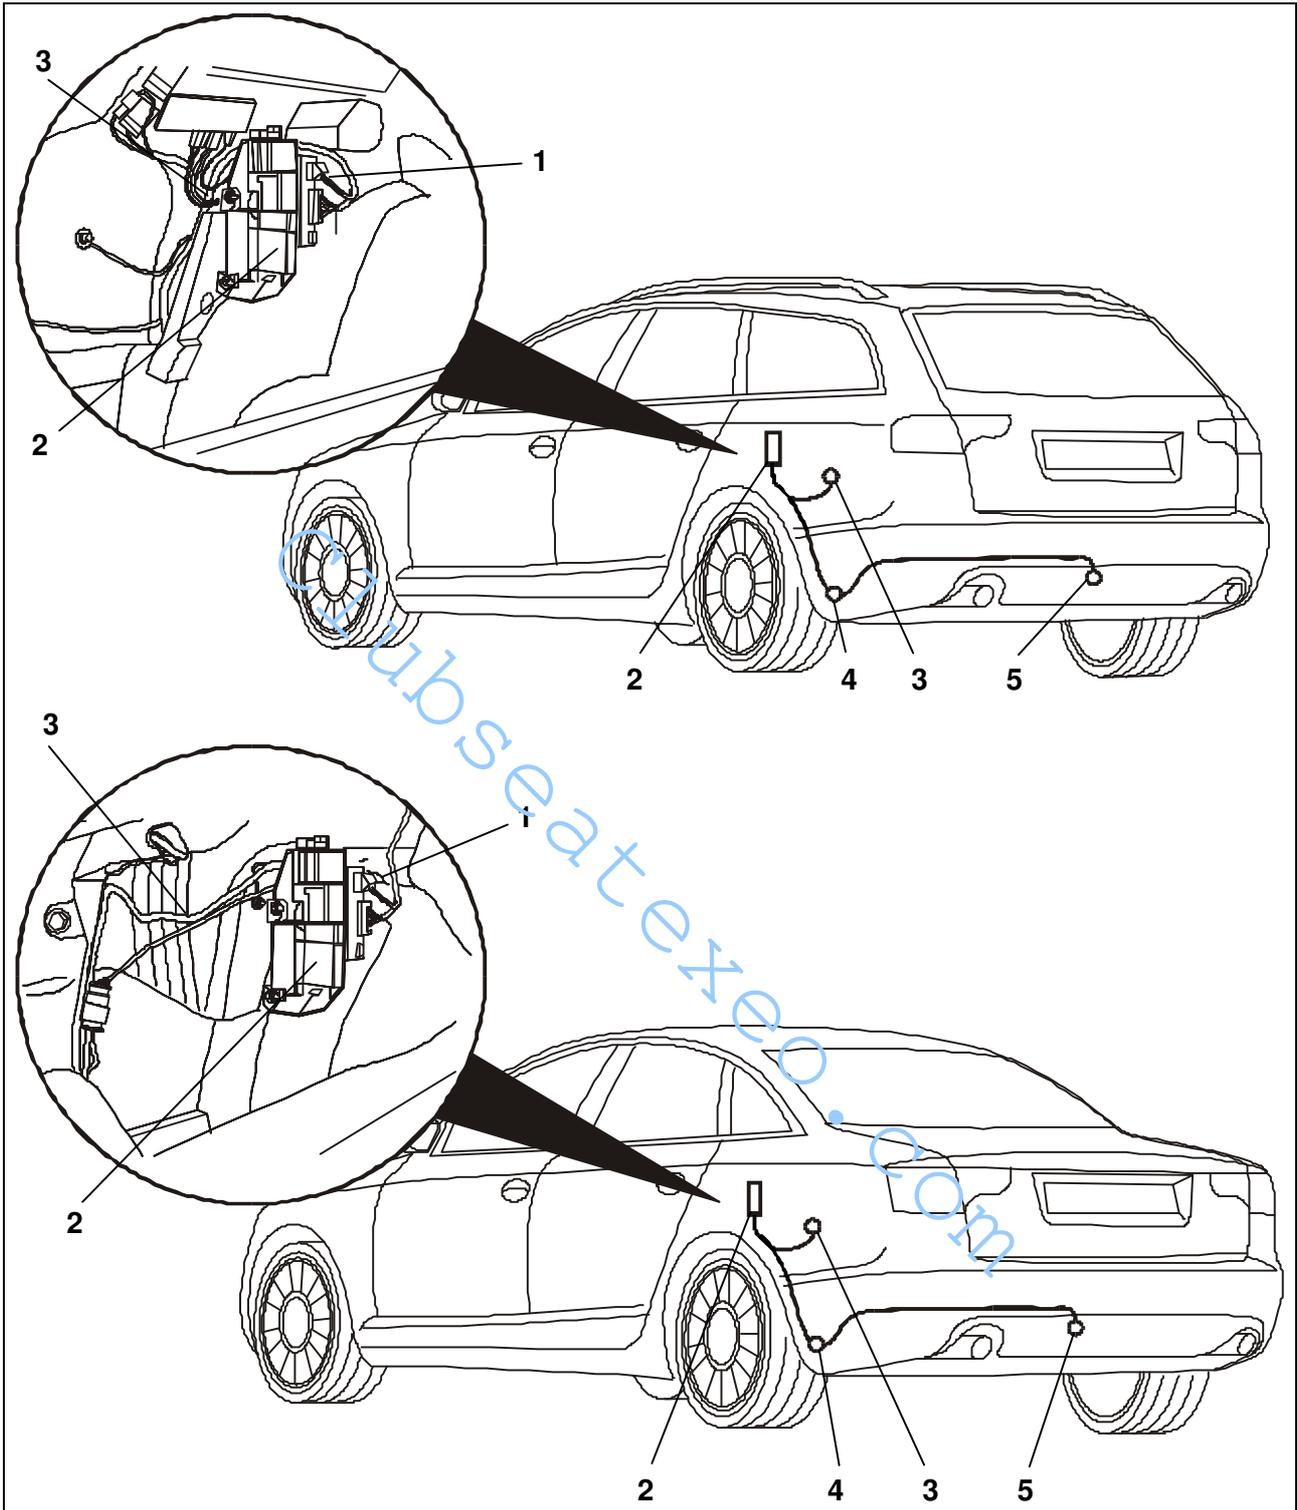

Fig. 1: Resumen de montaje
3. Retirar la cubierta de orificios de 40 mm del vehículo por debajo de la unidad de luces trasera izquierda en la chapa del piso (fig. 1/4).
4. Tender el extremo del cable con el enchufe de 14 polos y de 6 polos desde el exterior a través del pasacables hacia el soporte de aparatos (fig. 1/2).
5. Colocar la boquilla de goma en el pasacables (fig. 1/4).
6. Tender el extremo de la caja de enchufe del juego de cables hacia la chapa de sujeción de la caja de enchufe (fig. 1/5).
9. Atornillar la caja de enchufe con los tornillos adjuntos a la chapa de sujeción (fig. 1/5) y, dado el caso, par de fuerzas: máx. 2,0 Nm., acortar los tornillos.
10. Enchufar y enclavar la caja de enchufe de 14 polos del juego de cables de 10 conductores en los lugares de enchufe previstos del aparato de conexión del remolque (fig. 1/1).
11. Conectar el conector de 6 vías del mazo principal del remolque al conector de preinstalación situado en el pasarruedas posterior izquierdo (fig. 1/3). Proteger la conexión con la funda incluida en el conector y fijarlo con un clip en la carrocería.